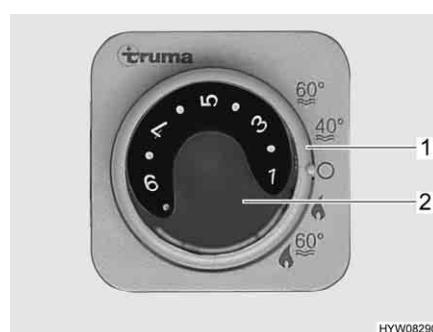

Fig. 127 Centralina di controllo per riscaldamento/boiler
- Impostare la manopola della temperatura (Fig. 127,2) sulla centralina di controllo del riscaldamento ad aria calda scegliendo la potenza desiderata.
- Posizionare l'interruttore girevole (Fig. 127,1) sulla modalità di funzionamento invernale.